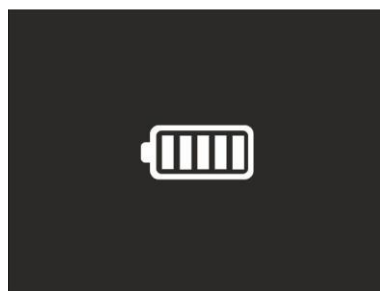

Fig. 51: Indicación recarga completa de la batería
3. Con el símbolo “” encendido fijo el proceso de carga es finalizado (ver la Fig. 51)